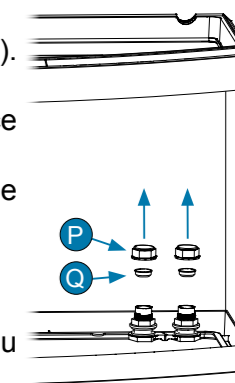

Fig. 1
- Dévisser manuellement le bouchon (P) et retirer le bouchon (Q) de l'ouverture (O) (Fig. 1). **IMPORTANT :** Conserver les bouchons (P) et (Q) pour l'usage ultérieur.
1. Dévisser manuellement le bouchon (P) et retirer le bouchon (Q) de l'ouverture (I) (Fig. 1). **IMPORTANT** : Conserver les bouchons (P) et (Q) pour l'usage ultérieur.